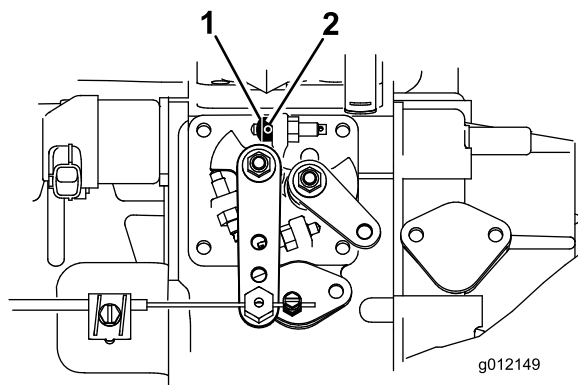

Рисунок 8
- Ослабьте установочный винт на упоре дроссельной заслонки (Рисунок 8).
- Сдвиньте упор дроссельной заслонки на винт упора высоких оборотов холостого хода (Рисунок 8). Упор дроссельной заслонки должен быть обращен скошенным торцом наружу.